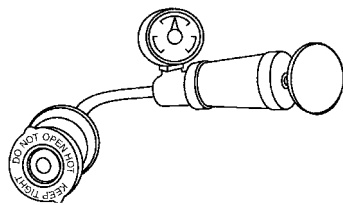

图 5-3 冷却系统检测仪
15. 部件专家 A 说图 5-3 所示的检测装置用来检查散热器盖在温度变化时保持密封的能力。部件专家 B 说该检测仪正在检查散热器中压力增高时散热器盖的密封能力。谁是正确的?